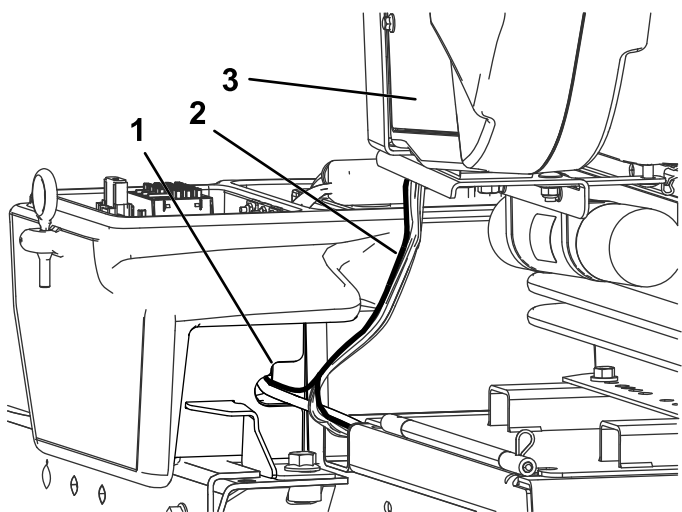

図 23
3. 右側ツールボックスに、端子プラグとアイレット接続部を引き込む 図 23。